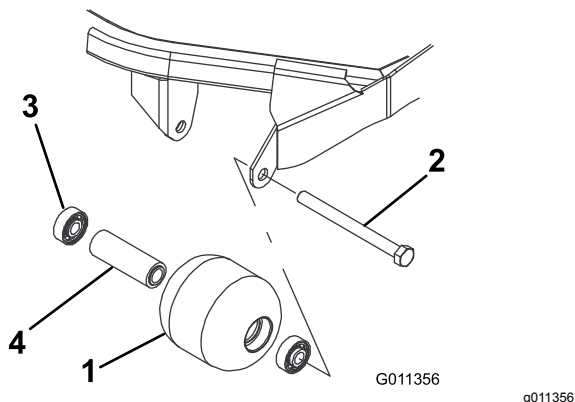

Bild 88
- Entfernen Sie die Rollenbefestigungsschraube (Bild 88).
- Prüfen Sie das Rollengehäuse, die Lager und das Distanzstück auf Beschädigungen (Bild 88). Tauschen Sie beschädigte Teile aus und bauen Sie alles wieder zusammen.
- Drücken Sie das erste Lager in das Rollengehäuse (Bild 88). Drücken Sie dabei nur auf den äußeren Ring oder gleichmäßig auf die inneren und äußeren Ringe.
- Setzen Sie ein Distanzstück ein (Bild 88).
- Drücken Sie das zweite Lager in das Rollengehäuse (Bild 88). Pressen Sie dabei gleichmäßig auf den inneren und den äußeren Käfig, bis der innere das Distanzstück berührt.